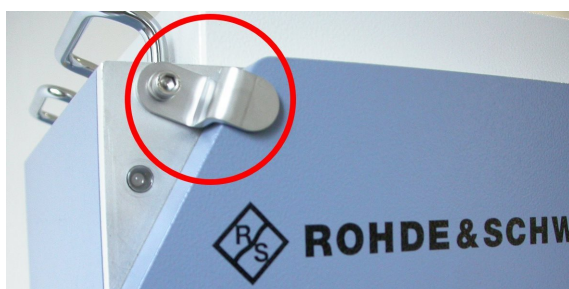

Figura 5-1: Lengüeta de seguridad de metal
1. Fije la lengüeta de seguridad como se describe en el figura 5-1.
Asegúrese de que la lengüeta de seguridad de metal en la esquina superior izquierda de la puerta de la cámara (figura 5-1) asegure la puerta contra una apertura involuntaria.